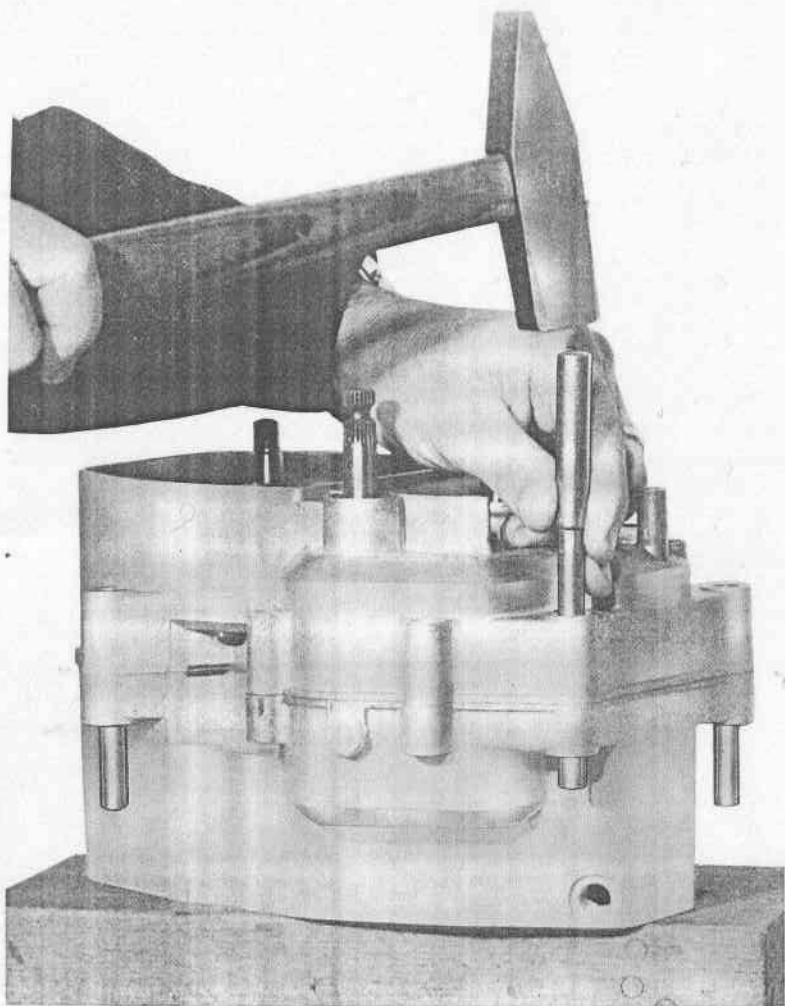

Fig. 19 - Estrazione grani di riferimento
- Rimuovere i tre grani di riferimento unione semicarter, usando una normale spina  $\varnothing$  10 mm. (fig. 19).